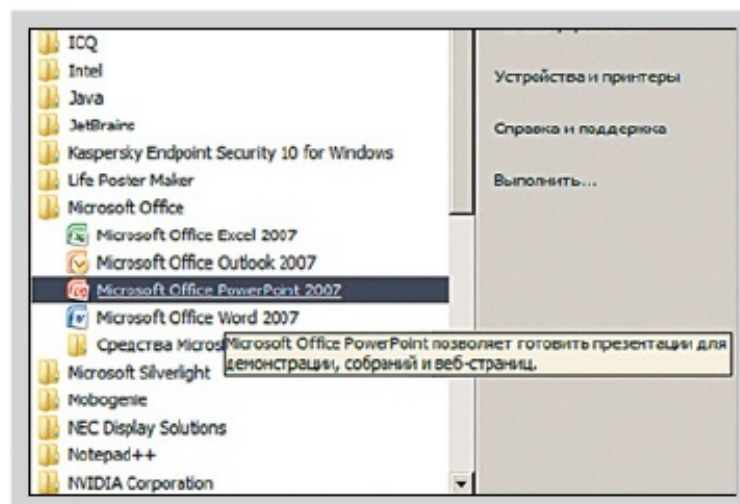

Рис. 192. Открытие программы *Microsoft Office PowerPoint*
2. Откройте программу *Microsoft Office PowerPoint* (рис. 192).